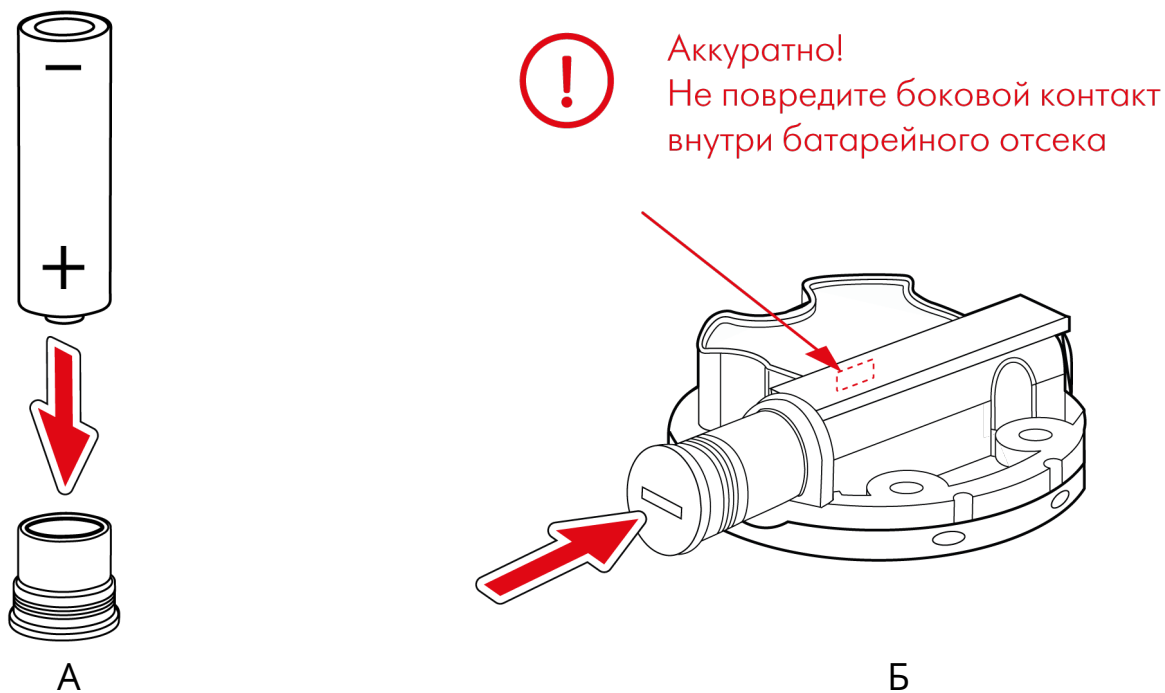

Рис.33. Замена батареи.
3. Взять новую батарею из комплекта WSB-1 и поместить плюсовым контактом в новую резьбовую заглушку с уплотнительными резиновыми кольцами (**Рис.33, А**).
4. Аккуратно установить в отсек новую батарею с резьбовой заглушкой (**Рис.33,Б**).